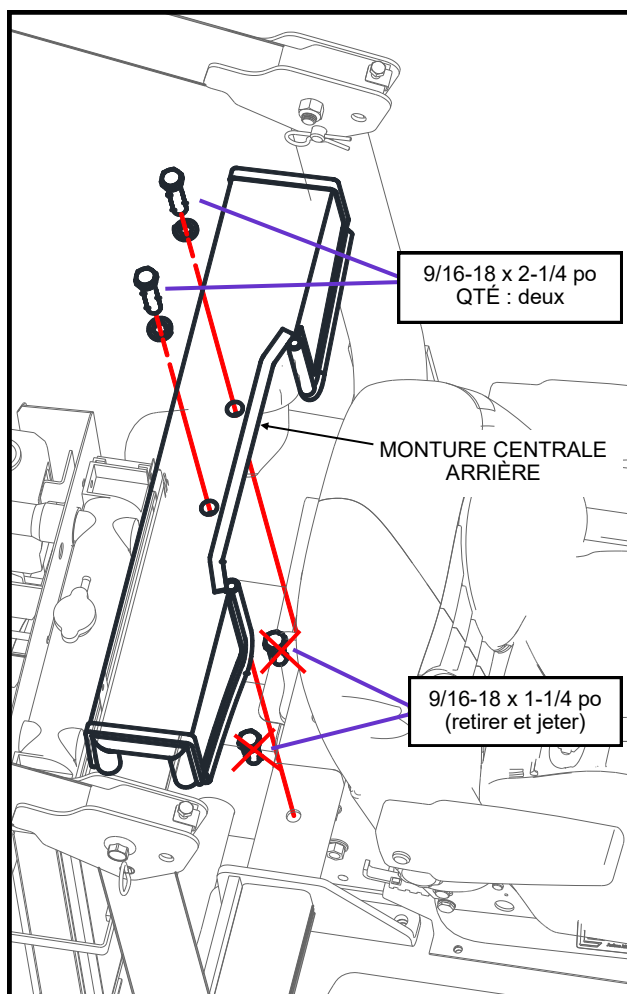

Figure 1.2 : Monture centrale arrière
- 1.2 Comme illustré à la figure 1.2, enlevez et jetez les deux boulons situés au centre inférieur du cadre de protection. Retirez et conservez les rondelles des boulons. Installez la monture centrale arrière et fixez-la au moyen de deux boulons 9/16-18 inclus dans la trousse de quincaillerie et des rondelles retirées du tracteur.